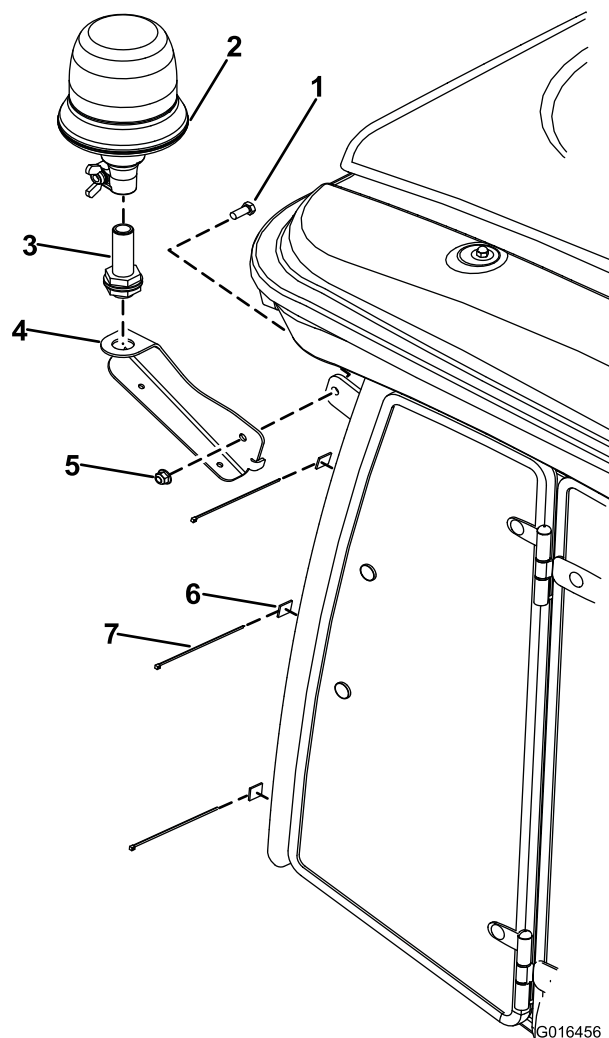

Figura 4
1. Sujete el soporte de montaje para cabinas de la baliza a la pestaña de la esquina derecha trasera del bastidor de la cabina con un tornillo de 3/8 x 7/8 pulgada y una tuerca con arandela prensada de 3/8 pulgada (Figura 4). Asegúrese de que la pestaña del soporte de la baliza descansa contra la parte inferior de la pestaña del bastidor de la cabina.
2. Monte la base de la baliza en el soporte de montaje de la baliza con la contratuerca incluida (Figura 4).
3. Enchufe la baliza en la base y apriete la tuerca de orejeta (Figura 4).
5. Pegue las 2 bases adhesivas al poste de la cabina y sujete el arnés de cables a las bases con sujetacables (Figura 4).